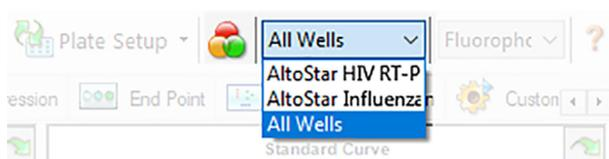

Figure 4: Bouton Well Group (Groupe de puits) et menu déroulant Well Group (Groupe de puits)
Dans la fenêtre Data Analysis (Analyse des données), veillez à sélectionner le **Well Group** (Groupe de puits) du kit AltoStar® HIV RT-PCR Kit 1.5. Pour cela, cliquez sur le menu déroulant **Well Group** (Groupe de puits) à droite en regard du bouton **Well Group** (Groupe de puits) (voir la figure 4) sur la barre d'outils. N'utilisez pas le **Well Group** (Groupe de puits) *All Wells* (Tous les puits). La sélection de la figure 4 est utilisée comme vue d'exemple général.
1. Dans la fenêtre Data Analysis (Analyse des données), veillez à sélectionner le **Well Group** (Groupe de puits) du kit AltoStar® HIV RT-PCR Kit 1.5. Pour cela, cliquez sur le menu déroulant **Well Group** (Groupe de puits) à droite en regard du bouton **Well Group** (Groupe de puits) (voir la figure 4) sur la barre d'outils.